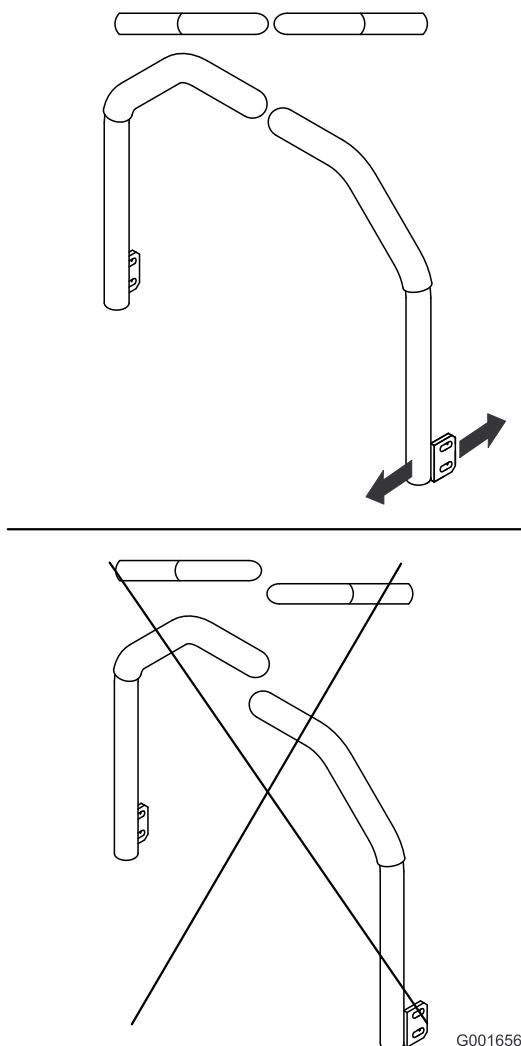

Figure 71
5. Réglez les leviers de commande de sorte à les aligner (Figure 71) et serrez les boulons de fixation des leviers aux montants.